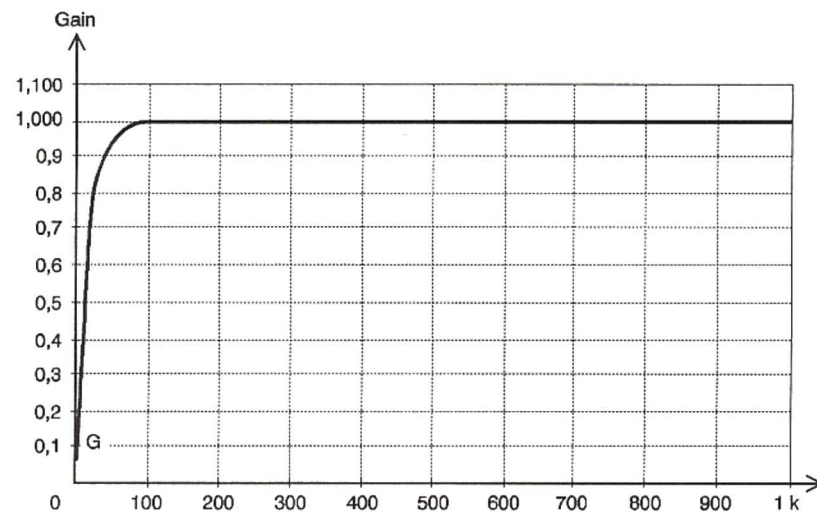

Fig 5 Le tracé que vous avez dû obtenir sur du papier linéaire. Ce n'est pas très lisible, surtout dans la partie "intéressante" ...
Armé de votre calculette et de la relation (1) ci-dessus, vous pouvez donc vous livrer à ce tracé sur du papier millimétré en calculant l'atténuation du filtre pour une vingtaine de points environ. Cela devrait vous conduire au résultat assez peu satisfaisant de la **figure 5**. Pourquoi assez peu satisfaisant ? Tout simplement parce que la partie intéressante de la courbe est tassée sur la gauche de la figure, alors que la plus grande partie de cette dernière est occupée par une zone où il ne se passe pratiquement rien.